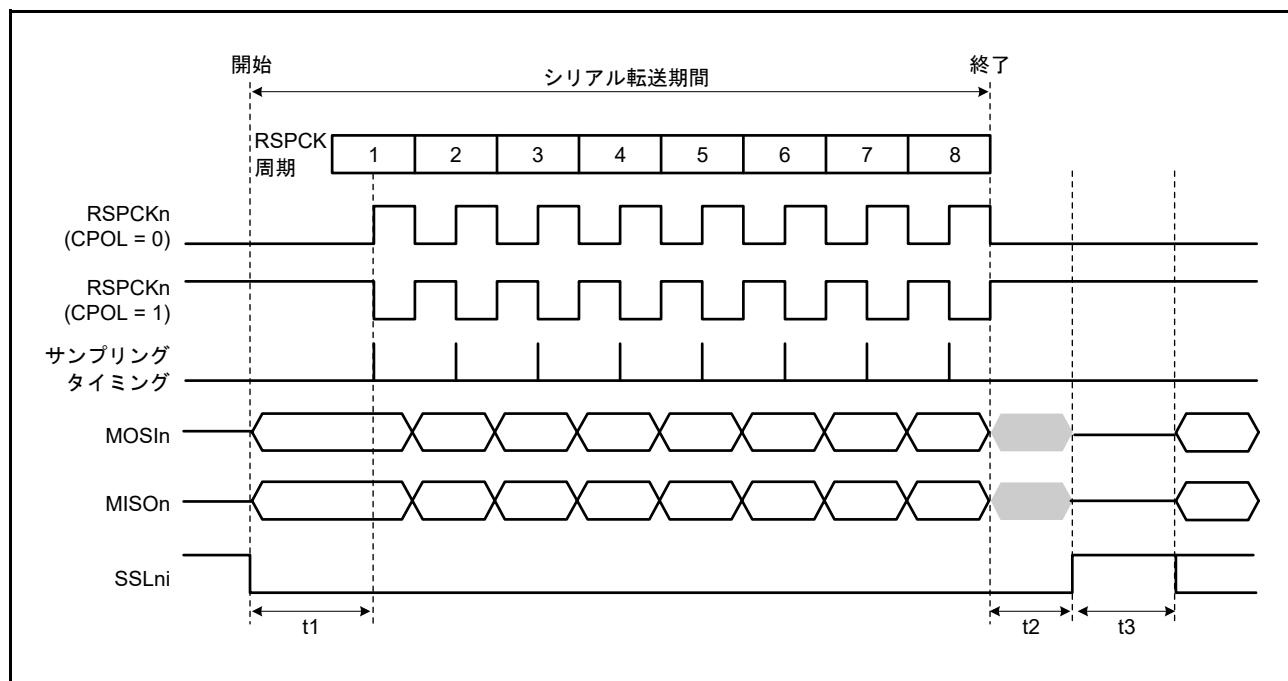
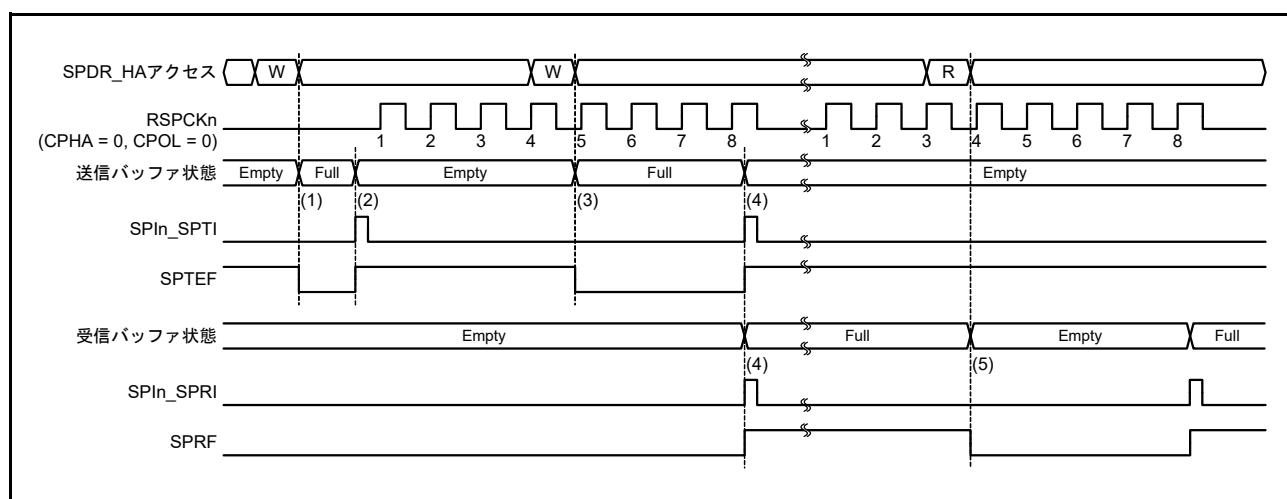
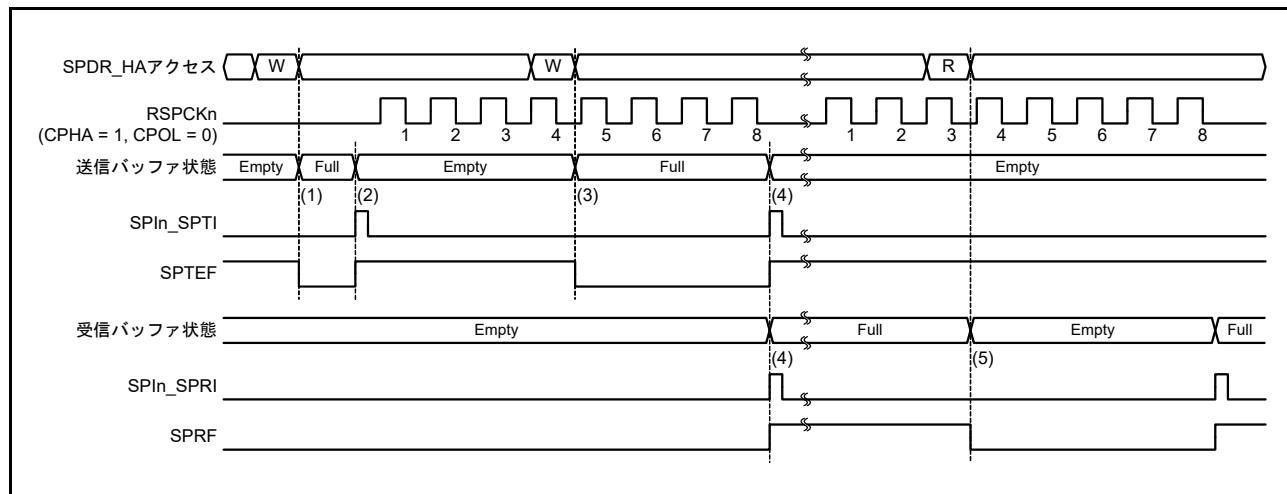

図 32.26 SPI 転送フォーマット (CPHA ビット = 0)
図 32.30 SPI In\_SPTI、SPI In\_SPRI 割り込みの動作例 (CPHA = 0、CPOL = 0)
図 32.31 SPI In\_SPTI、SPI In\_SPRI 割り込みの動作例 (CPHA = 1、CPOL = 0)
図 32.26 に SPCMDm.CPHA ビットが 0 の場合に、8 ビットのデータをシリアル転送した場合の転送フォーマット例を示します。SPI がスレーブモード (SPCR.MSTR = 0) で、CPHA ビットが 0 の場合、クロック同期式動作 (SPCR.SPMS ビット = 1) は行わないでください。図 32.26 において、RSPCKn (CPOL = 0) は SPCMDm.CPOL ビットが 0 の場合、RSPCKn (CPOL = 1) は SPCMDm.CPOL ビットが 1 の場合の RSPCKn 信号波形です。サンプリングタイミングは、SPI がシフトレジスタにシリアル転送データを取り込むタイミングを表します。各信号の入出力方向は、SPI の設定に依存します。詳細は、32.3.2 SPI 端子の制御を参照してください。
図 32.30 および図 32.31 に、送信バッファエンプティ割り込み (SPIn\_SPTI) と受信バッファフル割り込み (SPIn\_SPRI) の動作例を示します。これらの図に記載のレジスタアクセスは、SPDR\_HA レジスタへのアクセス状況を示しています。“W”はライトサイクル、“R”はリードサイクルを示しています。図 32.26 では、SPI0 の場合は SPCR.TXMD ビットが 0、SPDCR.SPFC[1:0] ビットが 00b、SPCMDm.CPHA ビットが 0、SPCMDm.CPOL ビットが 0 の設定で、SPI1 の場合は SPCR.TXMD ビットが 0、SPCMD0.CPHA ビットが 0、SPCMD0.CPOL ビットが 0 の設定で、SPI が 8 ビットのシリアル転送を実行しています。
以下に、図 32.31 の (1) ~ (5) での SPI の動作内容を説明します。
- (1) SPDR\_HA レジスタの送信バッファが空の（次転送のデータがセットされていない）状態で、SPDR\_HA レジスタに送信データを書き込むと、SPI は送信バッファにデータを書き込み、SPSR.SPTEF フラグを 0 にクリアします。
- (2) シフトレジスタが空の場合には、SPI は送信バッファのデータをシフトレジスタにコピーして送信バッファエンプティ割り込み要求 (SPIn\_SPTI) を発生させ、SPSR.SPTEF フラグを 1 にします。なお、シリアル転送の開始方法は、SPI のモードに依存します。詳細は、32.3.10 SPI 動作および 32.3.11 クロック同期式動作を参照してください。
- (3) 送信バッファエンプティ割り込みルーチン、または SPTEF フラグによる送信バッファエンプティの処理で SPDR\_HA レジスタに送信データを書き込むと、SPI は送信バッファにデータを書き込み、SPTEF フラグを 0 にクリアします。シフトレジスタにはシリアル転送中のデータが格納されているため、SPI は送信バッファのデータをシフトレジスタにコピーしません。
- (4) SPDR\_HA レジスタの受信バッファが空の状態でシリアル転送が終了すると、SPI はシフトレジスタの受信データを受信バッファにコピーし、受信バッファフル割り込み要求 (SPIn\_SPRI) を発生させ、SPRF フラグを 1 にします。また、シリアル転送が終了するとシフトレジスタが空になるため、シリアル転送が終了する前に送信バッファがフルであった場合には、SPI が SPTEF フラグを 1 にし、送信バッファのデータをシフトレジスタにコピーします。なお、オーバーランエラー発生状態で、シフトレジスタから受信バッファへ受信データをコピーしなかった場合でも、シリアル転送が終了すると SPI はシフトレジスタが空であると判断し、送信バッファからシフトレジスタへのデータ転送が可能な状態になります。
- (5) 受信バッファフル割り込みルーチン、または SPRF フラグによる受信バッファフル割り込みの処理で SPDR\_HA レジスタを読み出すと、受信データが読み出せます。